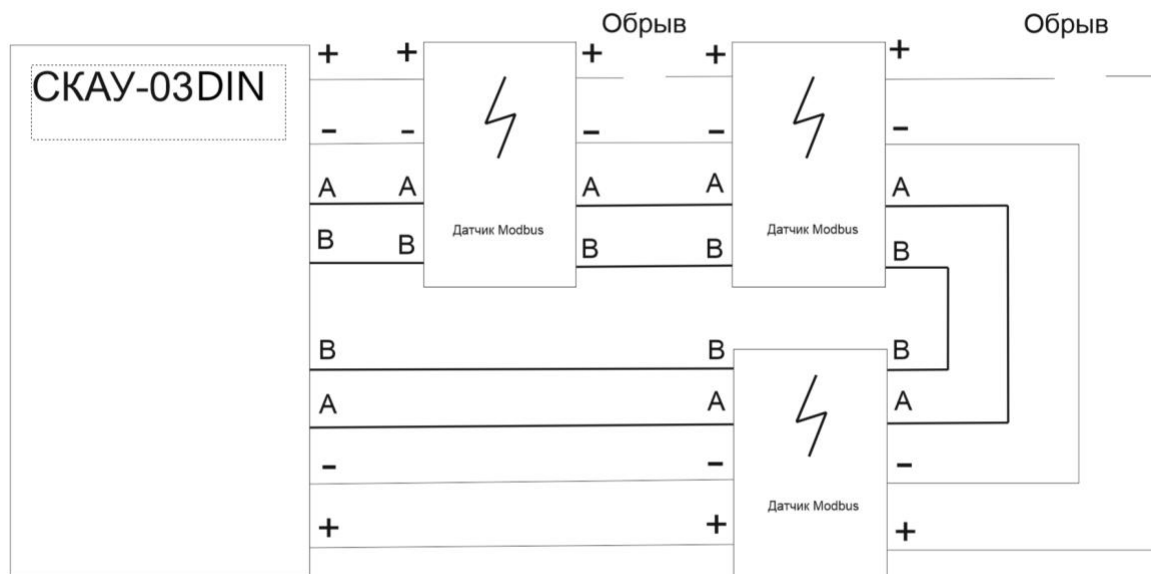

Рис.2 Датчик не выходит на связь из-за отсутствия питания 24В
1. Датчик не выходит на связь из-за отсутствия питания 24В (Рис.2).